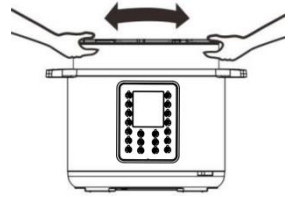

Abbildung 14
Stellen Sie sicher, dass der innere Topf, in dem sich das Kochfeld befindet (14), sauber und trocken ist, bevor Sie den inneren Topf (6) in den Schnellkochtopf stellen, und richten Sie den Topf aus, um einen optimalen Kontakt zwischen dem inneren Topf und dem Kochfeld (14) sicherzustellen (Abbildung 14)
BEMERKUNG: Das Druckbegrenzungsventil kann nicht unmittelbar nach dem Garen auf die Position „Exhaust“ („Ablassen“) eingestellt werden, wenn Funktionen wie für Brei oder Suppe verwendet werden. **WICHTIG** ist, dass das Sicherheitsventil (5) absinkt, bevor Sie versuchen, den Deckel zu öffnen (Abbildung 14).